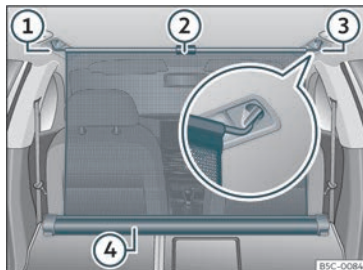

Fig. 134 Nel bagagliaio: rete divisoria fissata con gli schienali del sedile posteriore ribaltati.
- Tirare verso l'alto la linguetta >>> **fig. 134** ② per estrarre la rete dalla scatola >>> **fig. 134** ④.
- Fissare la rete divisoria sul lato destro o sinistro >>> **fig. 134** ③ (immagine ingrandita).
- Fissare la rete divisoria nell'alloggiamento del lato opposto >>> **fig. 134** ① tirando la barra.
La rete divisoria è correttamente montata quando le estremità a forma di T sono fissate saldamente agli alloggiamenti corrispondenti >>> **fig. 134** ③ e ①.
- Avvolgere la rete nella scatola »» fig. 134 ④ abbassandola con la mano.